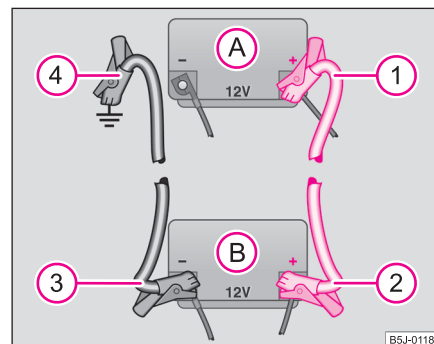

Abb. 162 Starthilfe mit der Batterie eines anderen Fahrzeugs: A – entladene Fahrzeugbatterie, B – stromgebende Batterie
- Befestigen Sie ein Ende **1** am Pluspol ⇒ Abb. 162 der entladenen Batterie **A**.